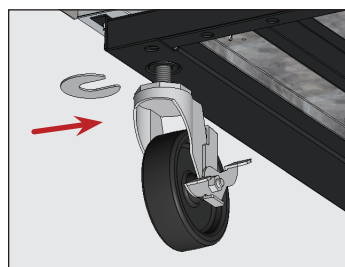

Fig. 9. Inserte la(s) calza(s) de las ruedas. Asegúrese de apretar el vástago de la rueda.
Fig. 9. Si va a usar pies de nivelación o ruedas giratorias, gire el aparato sobre la plataforma para instalarlos. Al mover el aparato, no utilice las encimeras, puertas, cajones o rejillas como punto de elevación.
5. En el extremo más bajo del aparato, afloje los pernos de las ruedas lo suficiente para insertar las calzas de ruedas suministradas, entre el cojinete de las ruedas y el riel inferior del aparato. Véase la fig. 9.
6. Instale el número deseado de calzas. Véase la fig. 9.